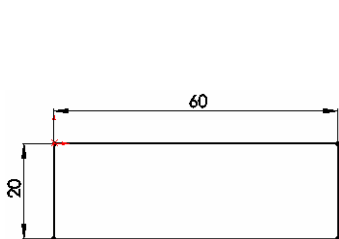

图 5-196 绘制的草图
① 设置基准面。在左侧的“FeatureManager 设计树”中用鼠标选择“前视基准面”作为绘制图形的基准面。
② 绘制草图。选择菜单栏中的“工具”→“草图绘制实体”→“矩形”命令，以原点为一角点绘制一个矩形并标注尺寸，结果如图 5-196 所示。